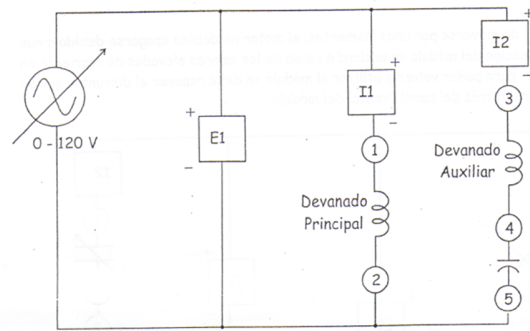

Figura 16. Motor de arranque por condensador.
30. Montar el circuito de la Figura 16, seguir las recomendaciones del numeral uno del procedimiento.